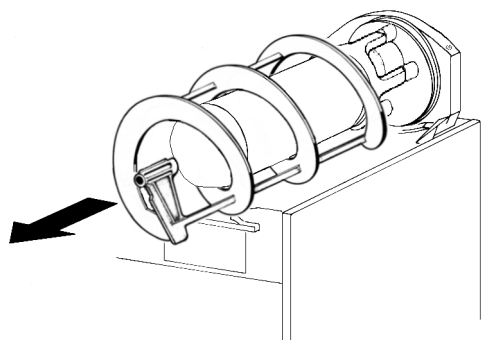

figura 9
- 3** Sfilare dall'evaporatore la spirale esterna (vedere figura 9) e